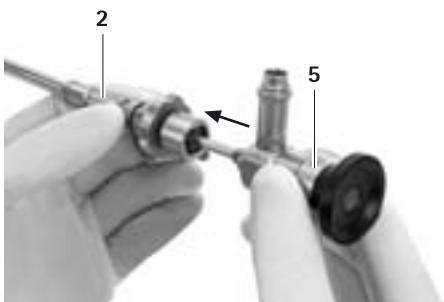

Abb. 2
- MINOP TREND-Endoskop 5 axial in MINOP TREND-Saug-/Spül-Schaft 2 einführen. Dabei sicherstellen, dass der Verschluss des MINOP TREND-Saug-/Spül-Schafts 2 geöffnet ist und der Stift in die Nut am Bajonett des MINOP TREND-Endoskops 5 passt, siehe Abb. 2.